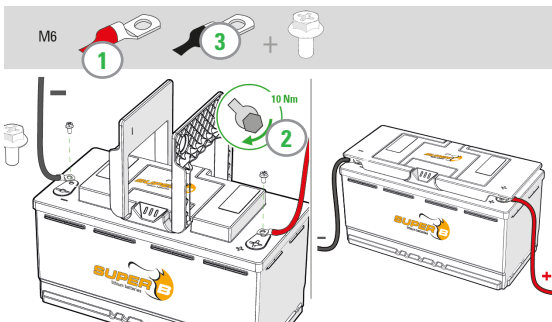

Abbildung 12. Anschluss des Zubehörs an die Klemmen.
1. Verbinden Sie den Pluspol des Netzkabels des Kleinverbrauchers mit dem X2 Pluspol der Lithium-Ionen-Batterie (Abbildung 12) . Verwenden Sie die mitgelieferten M6 Schrauben.
2. Verbinden Sie den Minuspol des Netzkabels des Kleinverbrauchers mit dem X1 Minuspol der Lithium-Ionen-Batterie (Abbildung 12). Verwenden Sie die mitgelieferten M6 Schrauben.